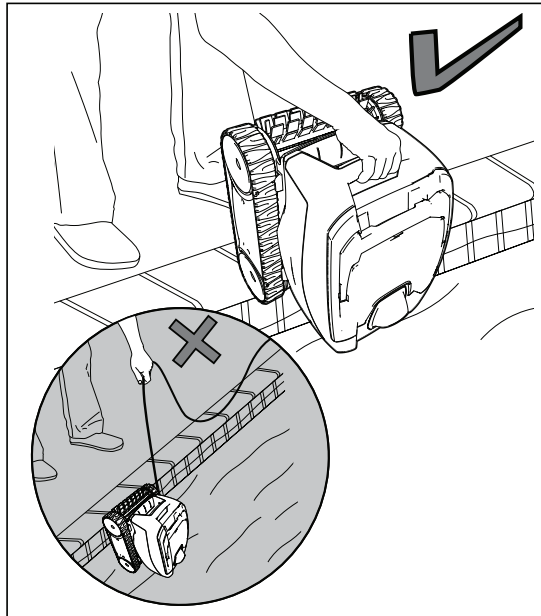

Figura 7. Sacar el limpiafondos de la piscina por la manija
2. Use la manija para levantar el limpiafondos del agua (Figura 7). Nunca levante el limpiafondos de la piscina tirando del cable flotante.